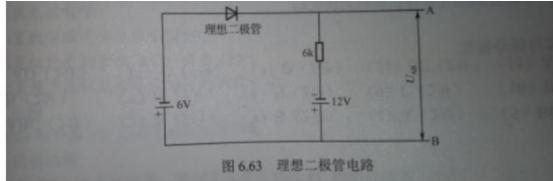

图 6.63 理想二极管电路
(12) 关于 Cortex M3 内核与 STM32 控制器的说法中错误的有( )。
(13) 由理想二极管组成的电路如图 6.63 所示，AB 两端的电压 UAB 为 (-6V)